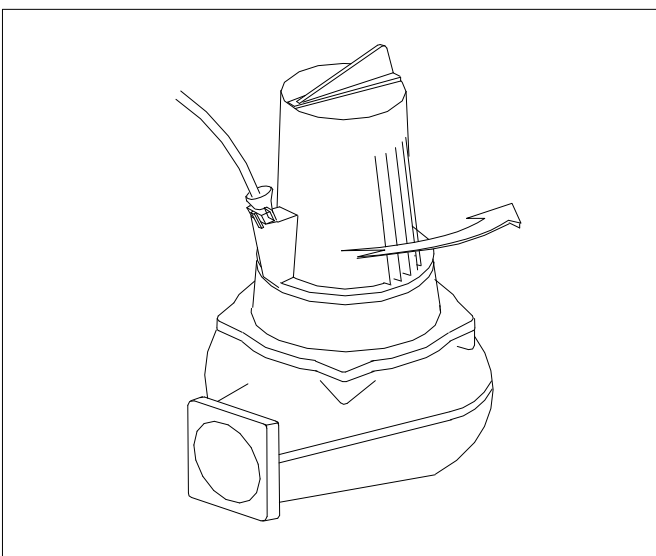

Fig. 5.3
- Bij het starten zal de pomp een reactie geven tegengesteld aan de draairichting van de waaier. Bij verticale positie (zie Fig. 5.3), zal deze ruk tegen de wijzers van de klok ingaan (gezien vanaf de bovenzijde van de pomp).